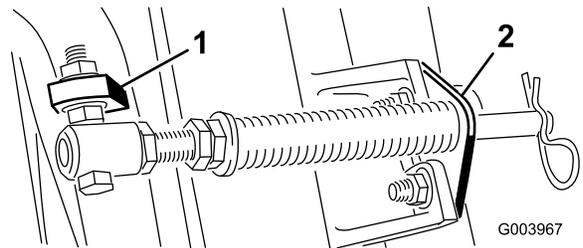

Bild 6
- C. Montieren Sie die Kopfschraube des Federrohrs an der anderen Lasche am Trägerrahmen und befestigen Sie sie mit der Bundmutter. Der Kopf der Kopfschraube zeigt zur Außenseite der Lasche, siehe Bild 6.
- D. Montieren Sie die Stangenhalterung mit den Schlossschrauben und Muttern an den Mähwerklaschen (Bild 6).